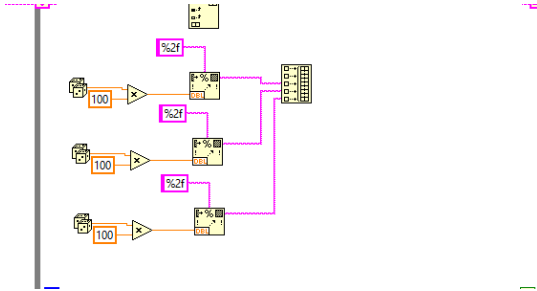

Рис.9.3. Додавання масиву
12. Додати “Build Array” з меню Array. Зробити копію елементів п.10-11 та виконати підключення рис.9.3.